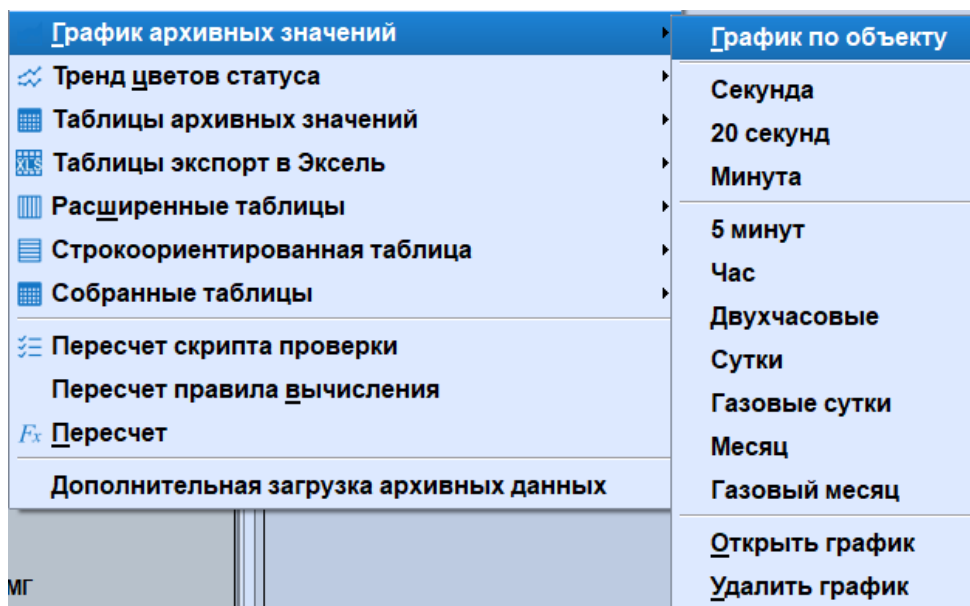

Рисунок 4.19 – Меню Архивы/График архивных значений
1) Выбрать пункт меню Архивы/График архивных значений и далее выбрать архив, который необходимо отобразить на графике (Рисунок 4.19).